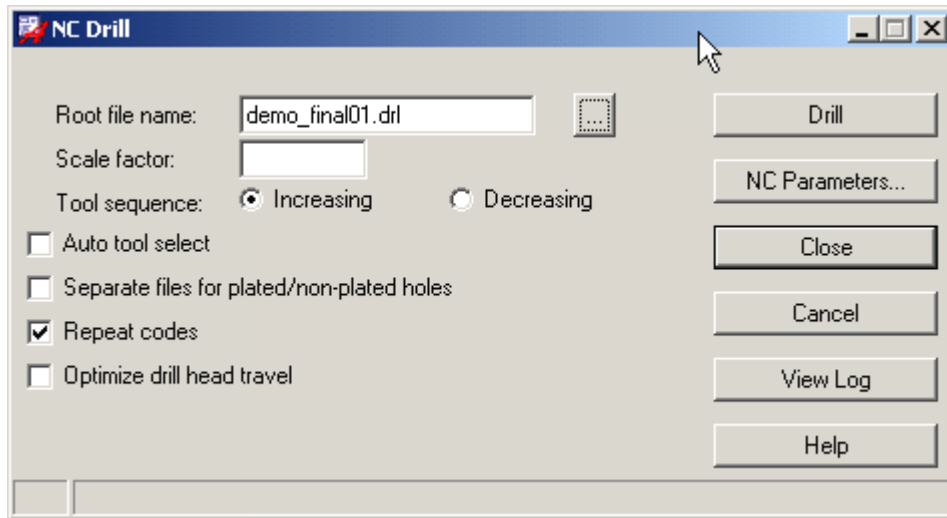

图 18 “NC Drill” 对话框
2.3 在主菜单中选择 **Manufacture** → **NC** → **NC Drill** 命令，弹出“NC Drill”对话框。如图 18 所示。